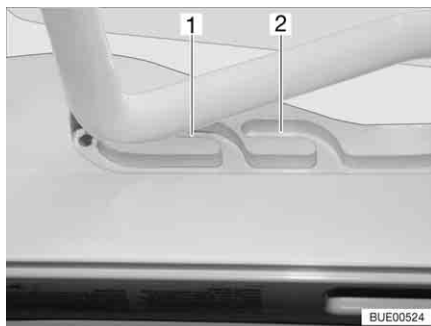

Fig. 19 Oblò inclinabile in posizione di ricircolo d'aria
È possibile portare l'oblò inclinabile in due posizioni di ricircolo d'aria: Posizione brutto tempo (Fig. 19,1) e posizione centrale (Fig. 19,2).
- Premere la staffa leggermente verso l'alto e spingerla nella guida selezionata (Fig. 19,1 o 2).